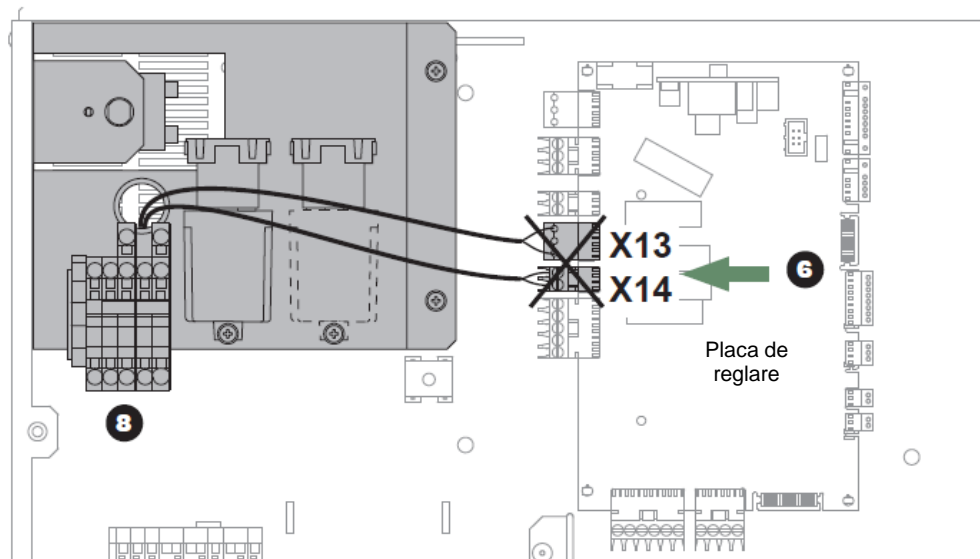

fig. 8 - Decuplarea rezervei electrice monofazate
- **6** – Decuplați conectorii **X13** și **X14** (rezerva electrică monofazată, a se vedea *fig. 8*).